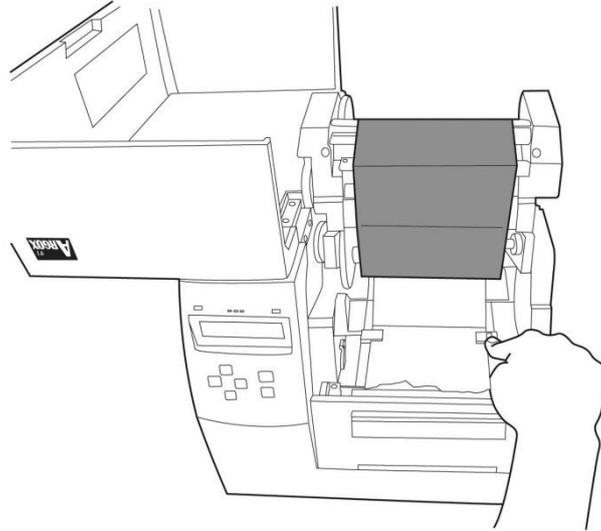

Figura 11
74. Mantenga el módulo del cabezal de impresión hacia arriba para permitir que el papel pase por debajo. Lleve el papel a través de las guías del papel con la otra mano. Ajuste la guía del papel a la anchura del mismo empujando el botón ubicado en la guía del papel. (Figura 11)